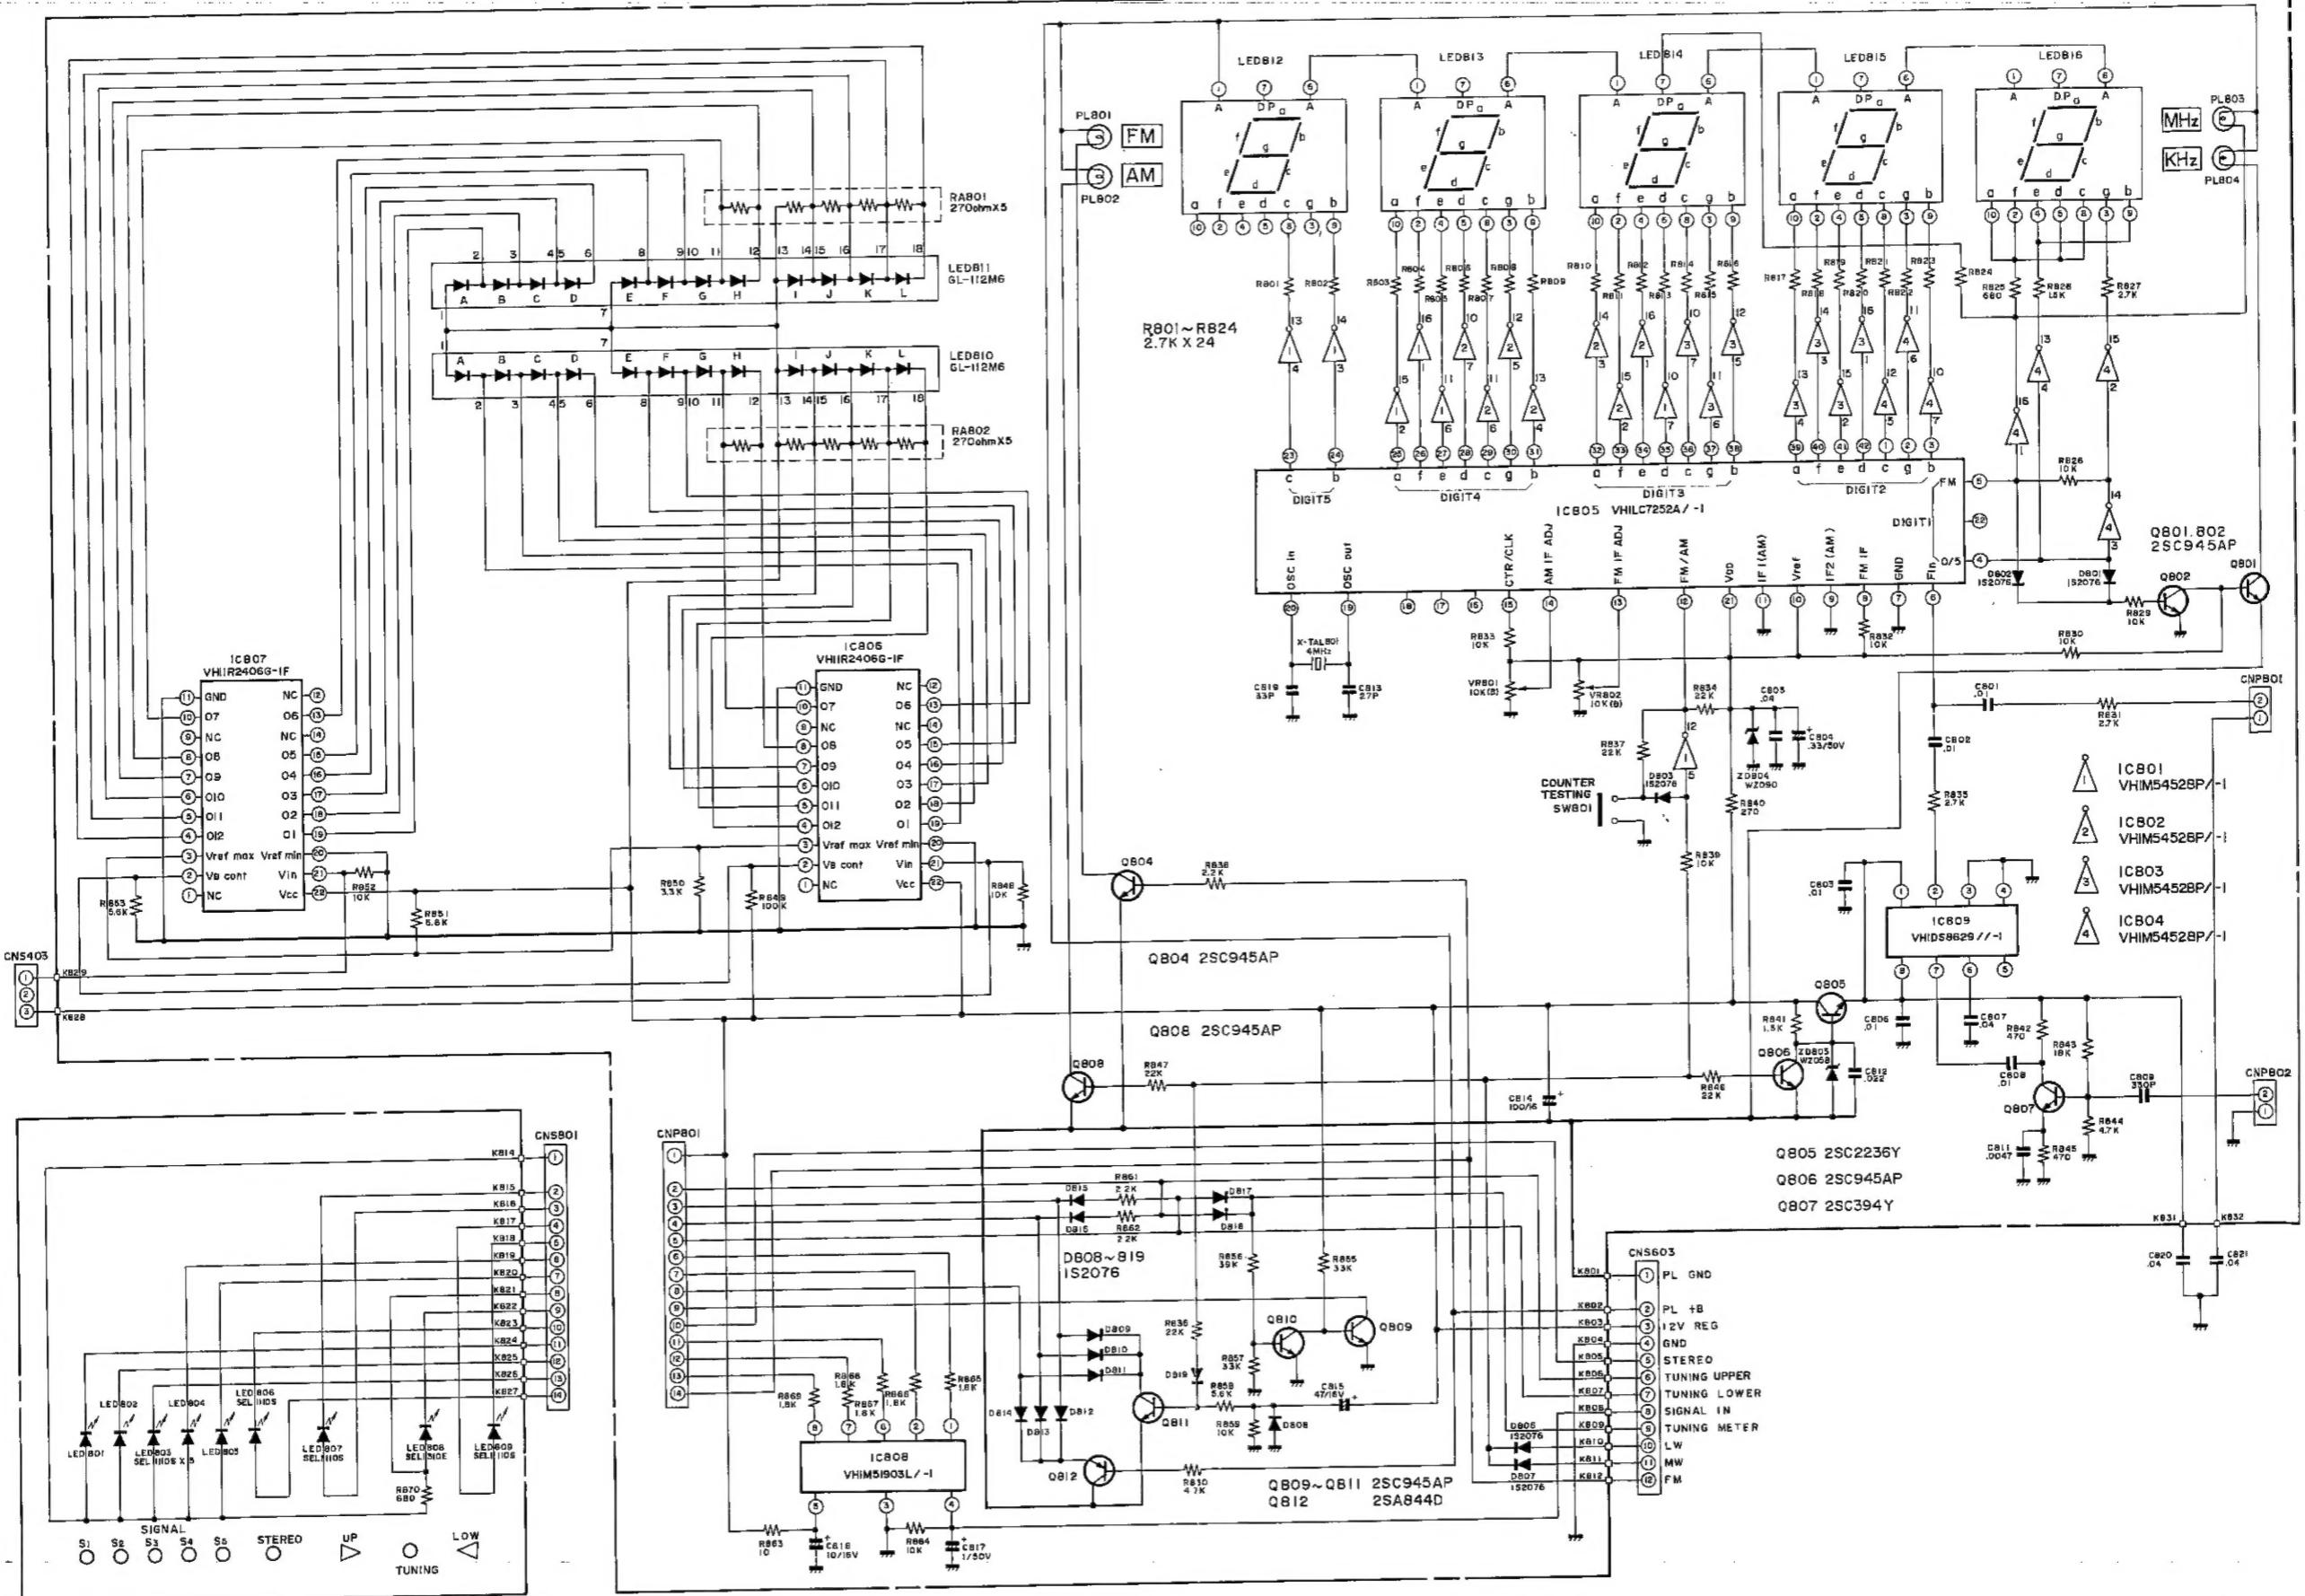

Abbildung 17
• **Beim AM-Empfang** (Siehe Abbildung 17.)